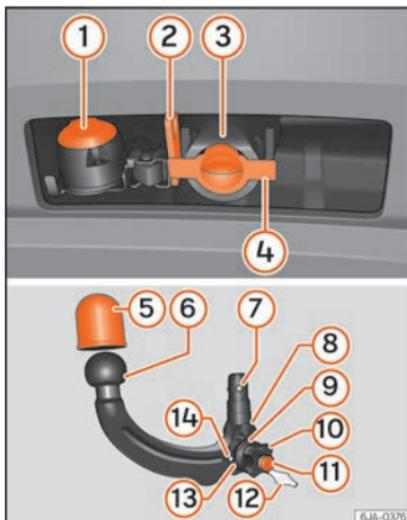

Fig. 233 Soporte del dispositivo de enganche para remolque/barra de cabeza esférica.
Leyenda de la »» **fig. 233**
- Retire el tapón del orificio del casquillo de sujeción (4) » » » fig. 233 tirando hacia abajo.
– Coloque el tapón del orificio del casquillo de sujeción ④ » fig. 233.